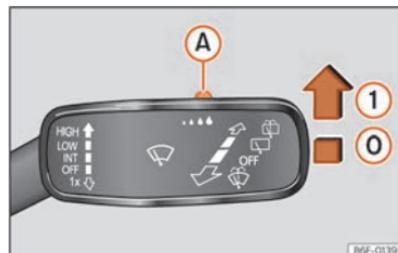

Abb. 87 Scheibenwischerhebel: Regensensor **A** einstellen.
Hebel in die gewünschte Position drücken »» **(Abb. 87)**.
- ① Regensensor aktiv – automatisches Wischen bei Bedarf.
Nach dem Aus- und Wiedereinschalten der Zündung bleibt der Regensensor aktiviert und funktioniert wieder, wenn der Scheibenwischerhebel in der Position »» **(Abb. 87)** ① steht und schneller als 16 km/h (10 mph) gefahren wird.